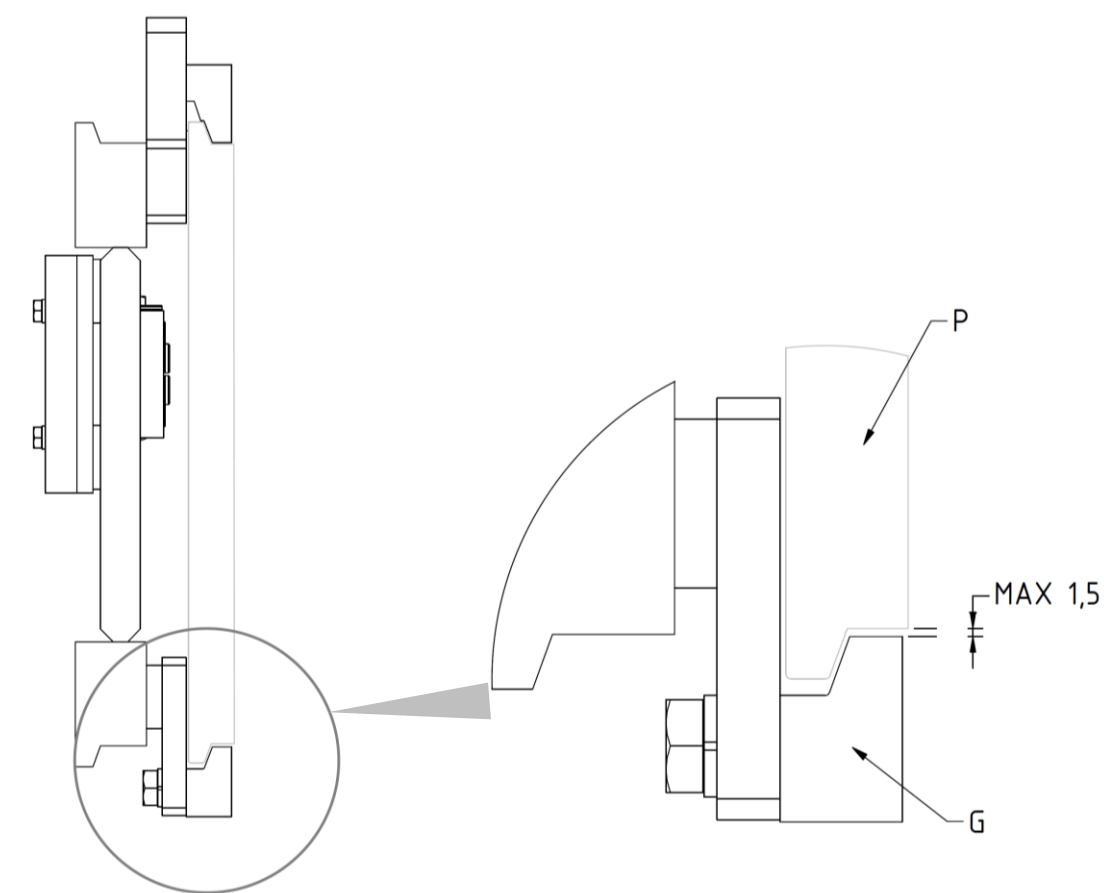

Figura 5
7. Atornillar los dos ganchos inferiores **G** para que su cuerpo quede enganchado debajo a la placa porta horquillas **P** (con un juego máximo de 1,5 mm, mira *Figura 5*) apretando con el par de apriete indicado en la *Tabla 3*.